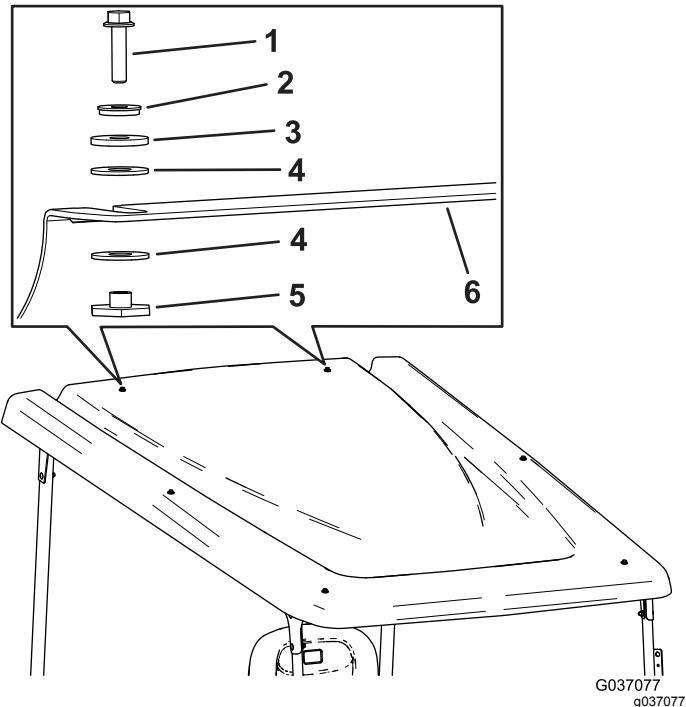

Bild 16
18. Befestigen Sie das Sonnendach mit zwei Sechskantschrauben mit Flansch ($\frac{1}{4}$ " x 1"), zwei Dichtungsscheiben, zwei Reibscheiben, vier Kunststoffscheiben und zwei Bundbüchsen an der hinteren Querverbindung (Bild 16).